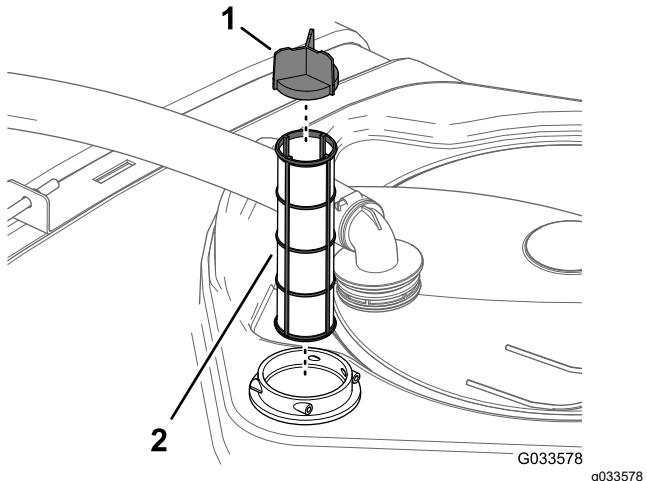

Bild 113
4. Entfernen Sie den alten Saugfilter aus dem Filtergehäuse im Behälter (**Bild 113**).